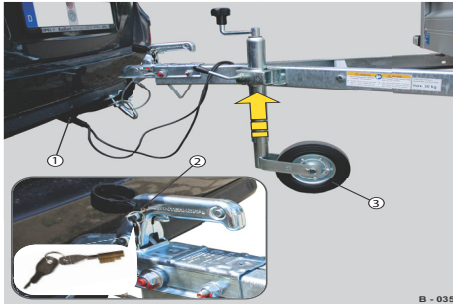

Abb. 11 Beispiel: Handgriff abschließen
- ▶ Handgriff vor unbefugtem Öffnen in der Absperrvorrichtung (Abb. 11/2) mit Steckschloss (bei ungebremsten) oder Bügelschloss (bei gebremsten) sichern. Der Handgriff ist blockiert.
- ▶ Den Stecker (Abb. 11/1) in die PKW-Steckdose einstecken - siehe „Stecker-Verbindungen“ auf Seite 139.
- ▶ Ggf. die Stützvorrichtung / Stützrad (Abb. 11/3) hochstellen - siehe „Stützeinrichtungen“ auf Seite 80.